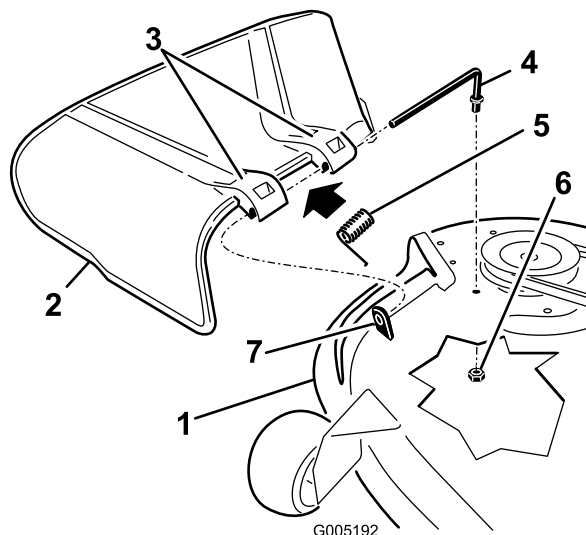

Figura 65
1. Togliete il dado ( $\frac{3}{8}$ " ) dall'asta sottostante il tosaerba (Figura 65).
2. Estraiete l'asta dal distanziatore corto, dalla molla e dal deflettore dell'erba (Figura 65).
4. Riposizionate il deflettore dell'erba (Figura 65).
7. Fate scorrere l'asta attraverso la seconda staffa del deflettore dell'erba (Figura 65).
9. Fissate l'estremità posteriore dell'asta nel tosaerba con un dado ( $\frac{3}{8}$ " ), come mostrato in (Figura 65).